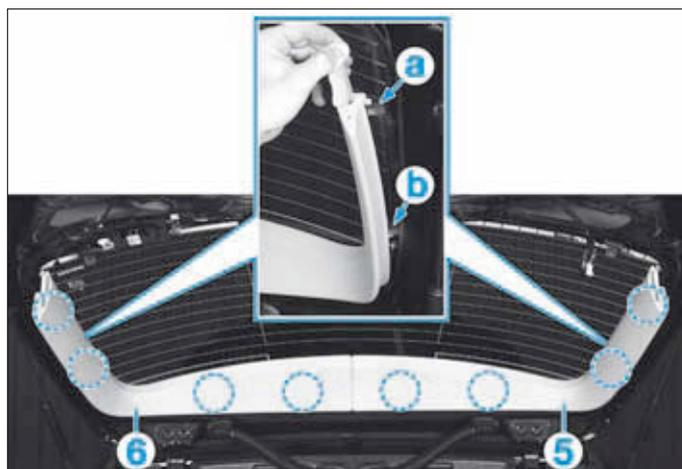

FIG. 41
- Dégrafer les garnitures (5) et (6) en commençant par les agrafes (a), puis (b) (Fig.41).